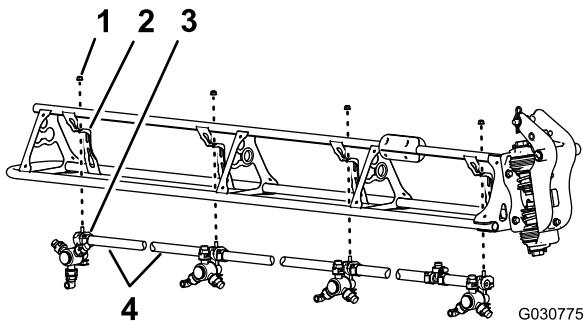

图120
1. 切断两个喷嘴之间的软管 图120。
- 2. 拧下将喷嘴固定到喷嘴固定架的凸缘锁紧螺母 5/16 英寸 图120。